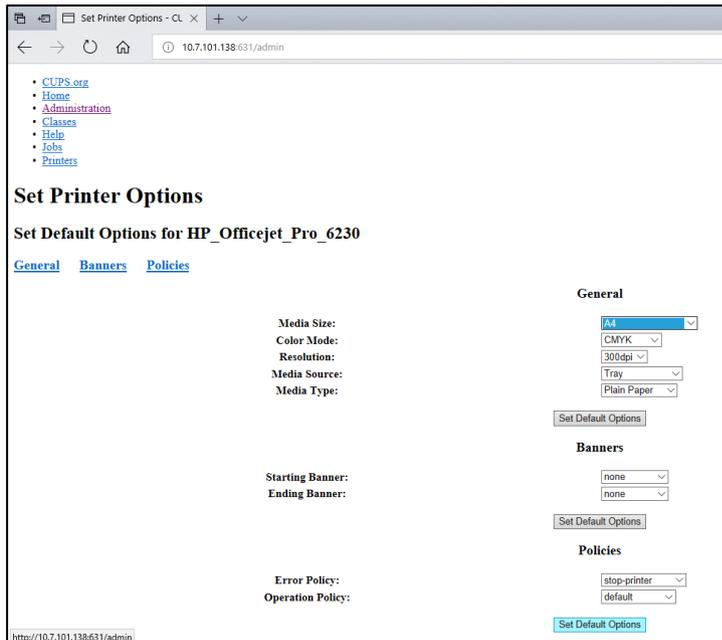

Abbildung 78: Auswahl des richtigen Medienformats
- Wählen Sie das korrekte Media Size (Medienformat) (z. B. A4) aus, da einige Drucker nicht drucken, wenn das Papierformat falsch eingestellt ist. Speichern Sie anschließend die Auswahl, indem Sie auf Set Default Options (Standardoptionen festlegen) (Abbildung 78) drücken.